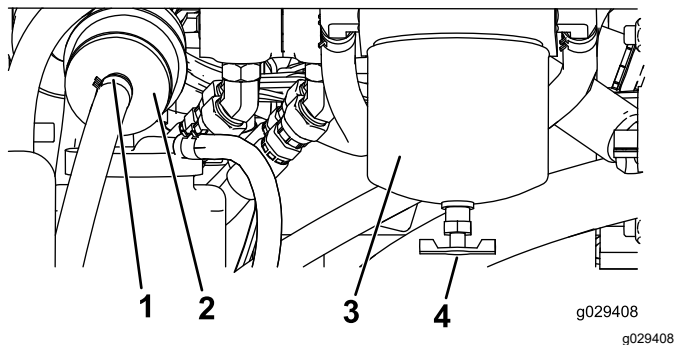

図 47
4. エンジン後方にある燃料フィルタ 図 47 を探し出し、その下に回収容器をおく。
4. エンジン右側にある燃料フィルタ 図 47 を探し出し、その下に汚れていない容器をおく。
5. フィルタ容器 (図 47) の周辺をウェスできれいにぬぐう。
6. フィルタ容器を外して取り付け部をきれいに拭く 図 47。
9. ガスケットが取り付け部に当るまで手でフィルタをねじ込み、そこからさらに $\frac{1}{2}$ 回転締め付ける 図 47。
10. 燃料フィルタ容器の左側にあるインラインフィルタ 図 47 を探し出し、フィルタの側面についている燃料の流れ方向を示す矢印の向きを確認する。
11. インラインフィルタの前後両方のクランプをゆるめて、フィルタをホースから外す 図 47。外したフィルタは廃棄する。
12. 新しいフィルタにホースを接続する 図 47 フィルタについている矢印がエンジン電気燃料ポンプの方を向くように取り付けること。